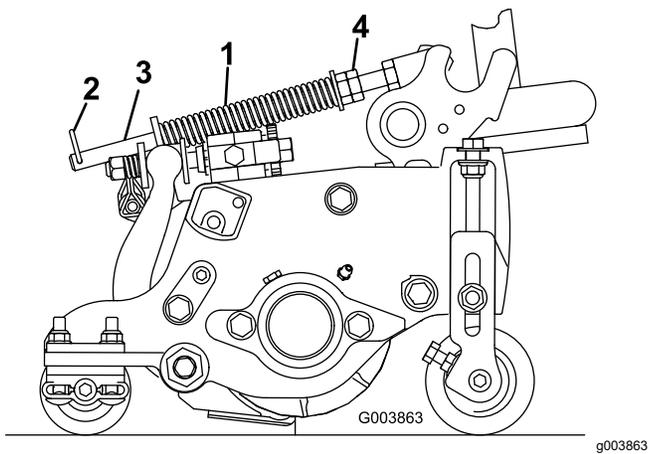

图 53
草坪补偿弹簧图 53 可将重量从前滚筒转移至后滚筒。这有助于减少草坪的波动图形也称为波浪形或摆动形。
1. 确保发卡销安装在弹簧杆的后孔内图 53。
2. 拧紧弹簧杆前端的六角螺母直至压缩后的弹簧长度为 159mm 请参阅图 53。